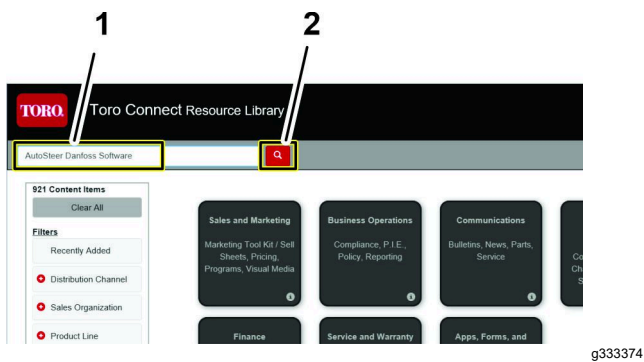

Figure 15
3. Sur la page Web de la bibliothèque, tapez AUTOSTEER dans la zone de texte Saisir les termes de recherche, puis faites un clic gauche sur le bouton de recherche (Figure 15).